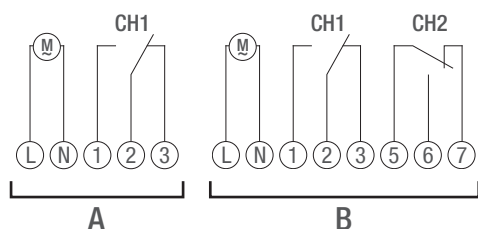

Fig. 9: Schema elettrico
3. Collegare il timer conformemente allo schema elettrico (Fig. 9/A) o (Fig. 9/B).